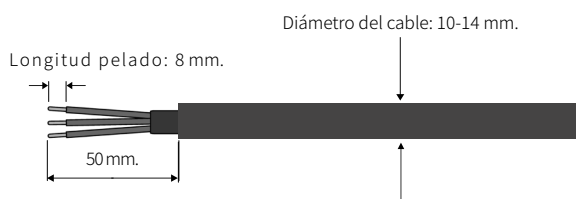

Fig. 28. Pelado del cable.
- b. De acuerdo con la tabla anterior, seleccione un cable apropiado, retire el manguito de aislamiento del cable de AC unos 50 mm y retire el aislante del extremo de los cables L/ PE/N unos 8 mm, tal como se muestra en la Fig. 28: